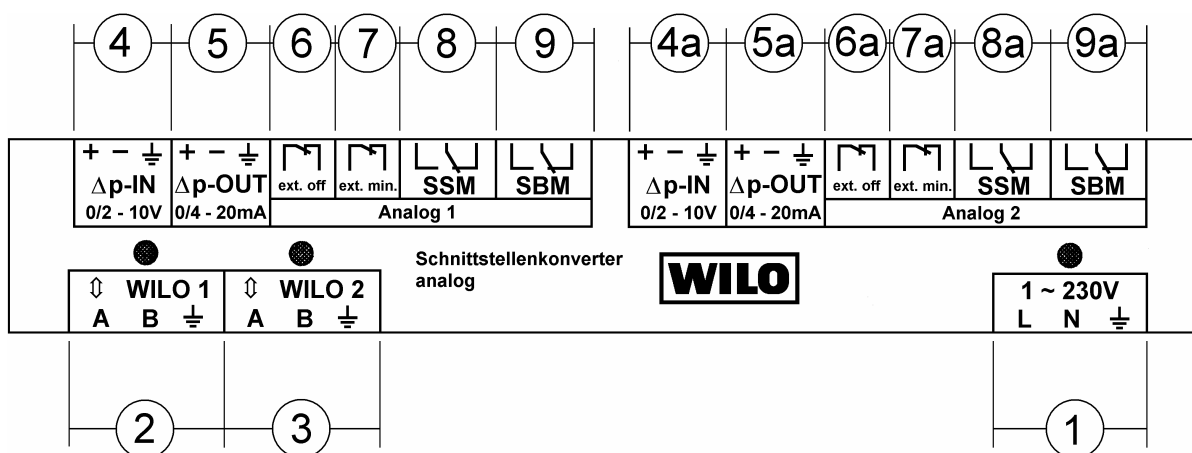

Рис. 2
### 5.2 Подключение к электросети (рис. 2)
**6.4 Входы ext. off, ext. min (рис. 2, поз.6, 6а, 7, 7а)**